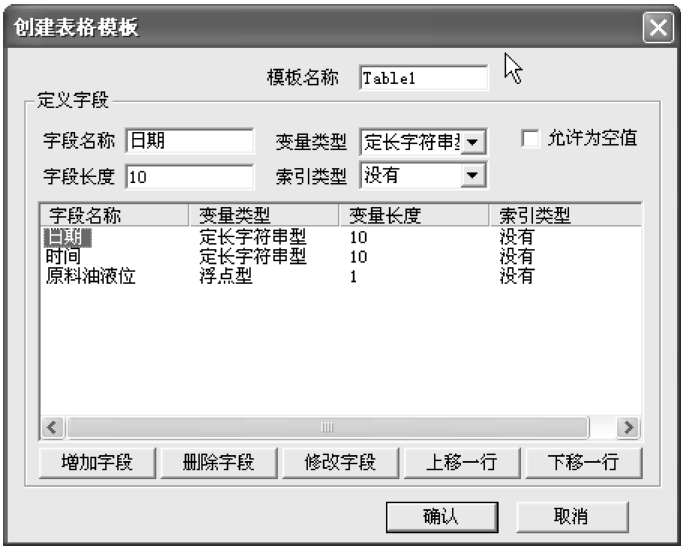

图 8-38 创建表格模板对话框
1) 在工程浏览器窗口左侧“工程目录显示区”中选择“SQL 访问管理器”中的“表格模板”选项，在右侧“目录内容显示区”中双击“新建”图标，弹出创建表格模板对话框，在对话框中建立三个字段，如图 8-38 所示。